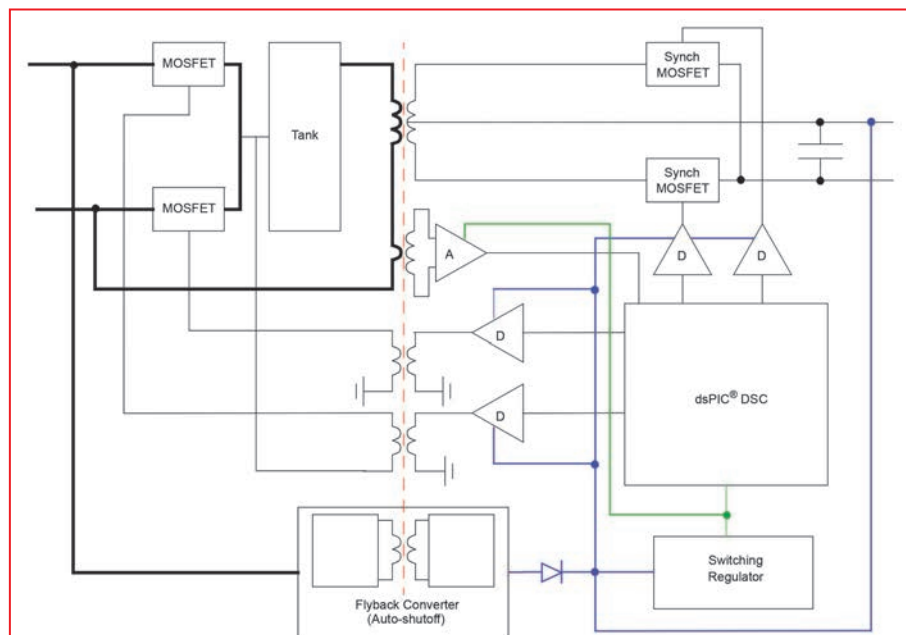

Figura 2
În figura 2, transformatorul rezonant izolează tensiunea înaltă din partea primară (linii negre) de alimentarea secundară de 12 volți (linii albastre) pentru driverele MOSFET (D) și de alimentarea de 3 volți pentru DSC dsPIC33 și alte componente analogice (A).